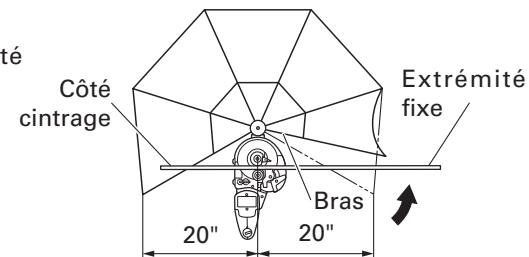

Fig. 20
- Eviter tout travail de coupe dépassant les capacités maximales de l'outil données dans les spécifications. Ne jamais couper de matériaux durs, par exemple du béton préfabriqué (PC) ou de l'acier. Ce genre de matériaux risque de se fendre en éclats et de provoquer des blessures.
- Installer la protection anti-flèche avec des barres béton de 20" (dimension intérieure de la protection anti-flèche) ou moins pour protéger les personnes autour de la cisailleuse/ cintreuse au cas où la barre béton se briserait en éclats et dévierait pendant le cintrage. (Fig. 20)
- (2) Bien installer la protection anti-flèche pour cintrer des barres béton d'une longueur de cintrage de 20" (dimension intérieure de la protection anti-flèche) ou moins et d'une longueur de fixation supérieure à 20". Dans ce cas, amener le bras sur le côté fixation, comme indiqué ci-dessous. (Fig. 20)
- (3) Retirer la protection anti-flèche pour cintrer des barres béton d'une longueur de cintrage et d'une longueur de fixation supérieures à 20" (dimension intérieure de la protection anti-flèche).